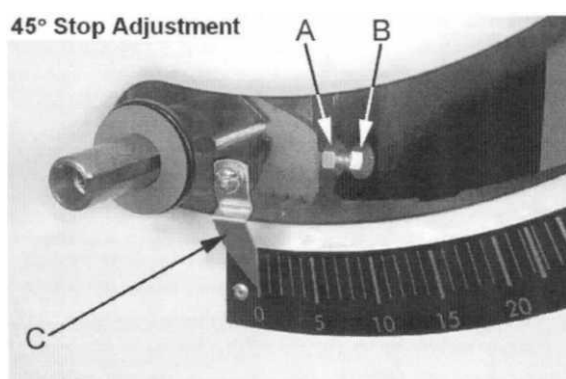

Рис. 21
8. Если пильный диск не под углом 45 градусов к столу, удалите маховик подъема понижения пильного диска. Ослабьте контргайку (А см. рис. 21) и поверните стопорный винт регулировки (В, рис. 21) на передней цапфе во, внутрь или наружу.